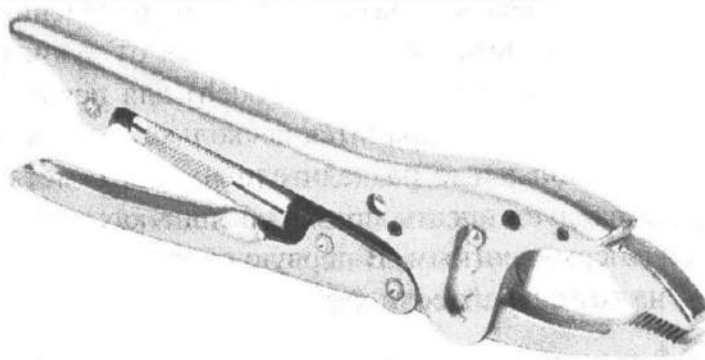

Рис. 3.5. Плоскогубцы с фиксацией: действуют как обычные плоскогубцы, но дополнительно имеют фиксирующий механизм, который держит щетки зажатыми
- ✓ **Плоскогубцы с фиксацией:** фиксирующий механизм позволяет держать детали, пока их режут, шлифуют, сверлят или делают что-то еще. Пример данного инструмента показан на рис. 3.5.